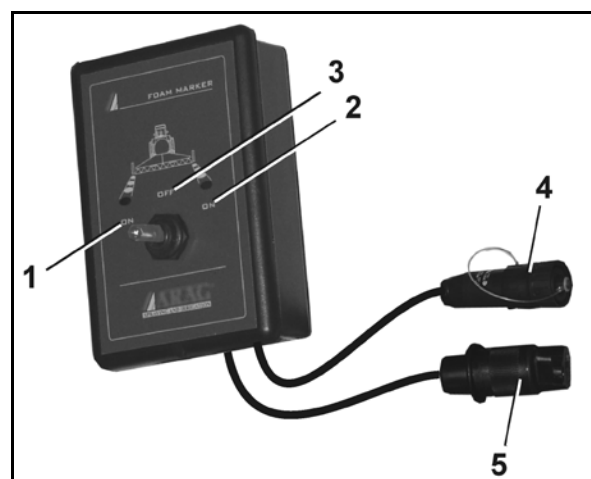

Bild 107
- DUS-omkopplingsventilen (Bild 107/1).
- DUS-tryckbegränsningsventilen (Bild 107/2). DUS-tryckbegränsningsventilen är förinställd på fabriken och minskar trycket i tryckomloppssystemet till 1 bar.
- Om DUS-omkopplingskranen står i läge (Bild 107/A), så är tryckomloppssystemet tillkopplat.
- Om DUS-omkopplingskranen står i läge (Bild 107/B), så är tryckomloppssystemet frångkopplat.
- Om DUS-omkopplingskranen står i läge (Bild 107/C), kan vätska tömmas ut ur växtskyddssprutan.